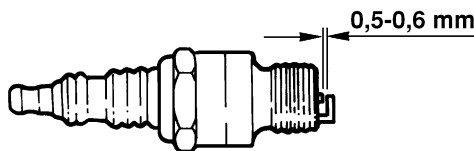

Fig. 26
- Regolare la distanza degli elettrodi a **0,5-0,6 mm** (fig. 26), con uno spessore (**non** fare questa valutazione ad occhio).